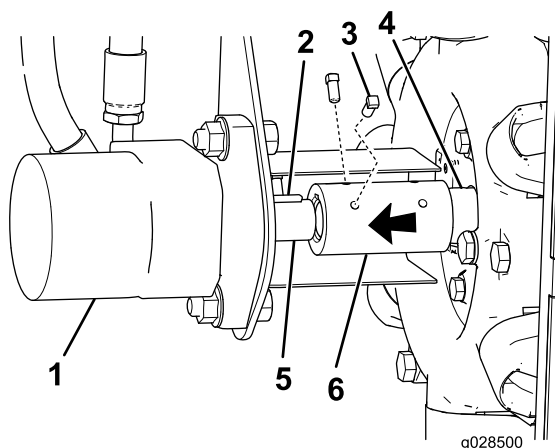

Figura 7
3. Alinhe a ranhura no conector do eixo com a chave Woodruff e faça deslizar o conector do eixo para o eixo do motor hidráulico (Figura 7).
4. Alinhe a ranhura na extremidade aberta do conector do eixo com a chave Woodruff no eixo da bomba do pulverizador (Figura 7).
Nota: Certifique-se de que existe uma chave Woodruff na ranhura da chave no eixo da bomba do pulverizador (Figura 7).
5. Posicione o conector uniformemente por cima dos eixos do motor e da bomba (Figura 7).
6. Aplique adesivo de rosca de grau médio nas rosca dos 4 parafusos de cabeça quadrada e fixe o conector do eixo a ambos os eixos com os parafusos (Figura 7).